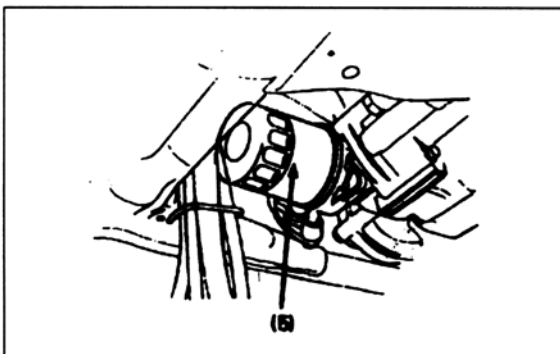

Bild 16
- Ölfiler (Bild 16) mit Ölfilterschlüssel (Band-schlüssel) abschrauben.